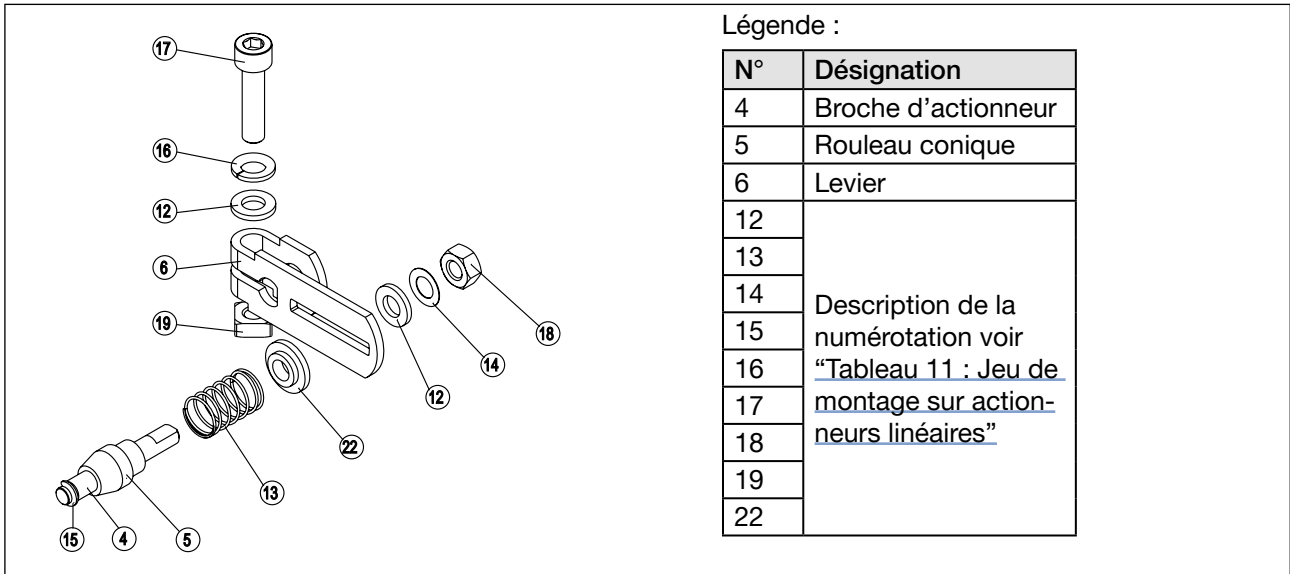

Figure 13 : Montage du levier
- Assembler le levier (s'il n'est pas déjà monté) (voir "Figure 13").